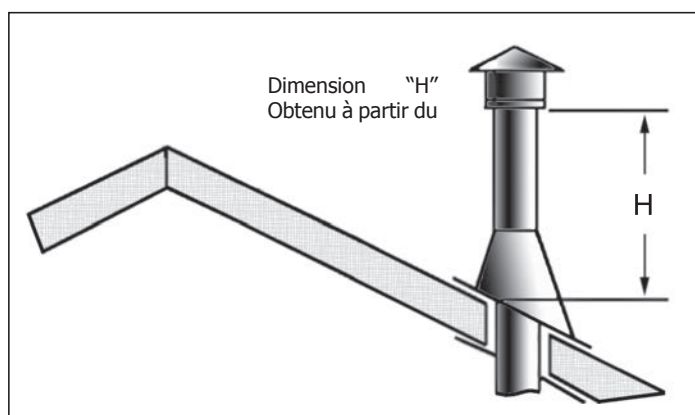

Figure 43: Hauteur d'évacuation verticale;
- Etape 8.** Continuez à ajouter des sections de tuyaux jusqu'à la hauteur du bouchon d'évacuation rencontre les exigences minimales du code. Reportez-vous à la figure 43 et le tableau 8. Notez que plus la pente du toit, la hauteur de l'évent doit être augmentée. Dans des conditions de vent fort, la proximité d'arbres, lignes de toitures adjacentes, les toits en pente abrupte et d'autres facteurs similaires peuvent entraîner un mauvais projet, ou vers le bas rédaction. Dans ces cas, l'augmentation de la hauteur d'évent peut résoudre le problème.
- Etape 9.** Glissez le collet sur le tuyau, et le pousser vers le haut du toit clignotant comme le montre la figure 43. Utiliser le mastic non durcissant autour du joint entre le tuyau et le collet.
Tableau 8: Minimum "H" de la figure 43.